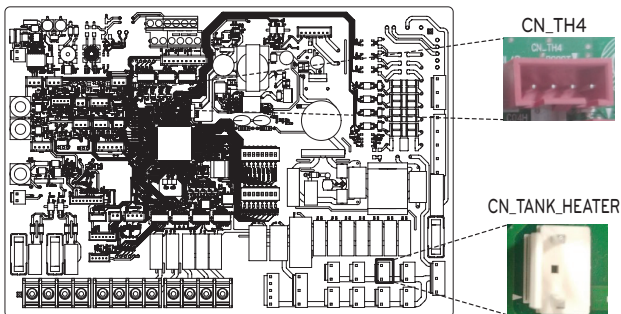

Abb. 1
- Schritt 4.** Schließen Sie den weißen Verbindungsstecker an CN_TANK_HEATER auf der Hauptplatine an. (Abb. 1/3)